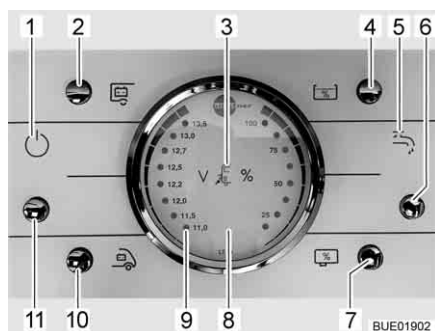

Fig. 164 Panel LT 96
El pulsador (Fig. 164,11) conecta y desconecta el panel y la alimentación de 12 V del habitáculo.
**Conectar:** ■ Pulsar el pulsador (Fig. 164,11): La alimentación de 12 V del habitáculo está conectada. La luz de control (Fig. 164,1) se enciende.
**Desconectar:** ■ Pulsar el pulsador (Fig. 164,11): La alimentación de 12 V del habitáculo está desconectada. La luz de control (Fig. 164,1) se apaga.
Observar la escala izquierda del instrumento indicador V/depósito (Fig. 164,8). El instrumento indicador se ilumina automáticamente al accionar el pulsador.
- Pulsar el pulsador (Fig. 164,10): Indica la tensión de la batería del motor de arranque.
- Pulsar el pulsador (Fig. 164,2): Indica la tensión de la batería del habitáculo.
Observar la escala derecha del instrumento indicador V/depósito (Fig. 164,8). El instrumento indicador se ilumina automáticamente al accionar el pulsador.
- Pulsar el pulsador (Fig. 164,4): Indica la cantidad de agua.
- Pulsar el pulsador (Fig. 164,7): Indica la cantidad de aguas residuales.
- Pulsar el pulsador (Fig. 164,6): El suministro de agua está conectado. La luz de control de bomba de agua (Fig. 164,5) está iluminada.
- Pulsar el pulsador (Fig. 164,6): El suministro de agua está desconectado. La luz de control de bomba de agua (Fig. 164,5) se apaga.
La luz roja de "ALARMA" (Fig. 164,9) parpadea en cuanto la tensión de la batería del habitáculo baja de 11 V (medición durante el servicio) y hay peligro de descarga completa.
La luz de control de 12 V (Fig. 164,1) estará iluminada si el pulsador principal de 12 V (Fig. 164,11) está conectado.
Se enciende la luz de control de 230 V (Fig. 164,3) cuando hay tensión de red en la entrada del bloque eléctrico.